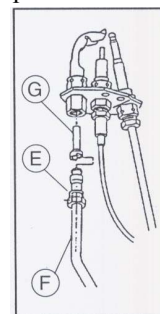

Рис.7
6. Заменить форсунку запальника, действуя следующим образом: (см. рис. 7)
5. Заменить форсунку запальника, действуя следующим образом: (см. рис. 7)